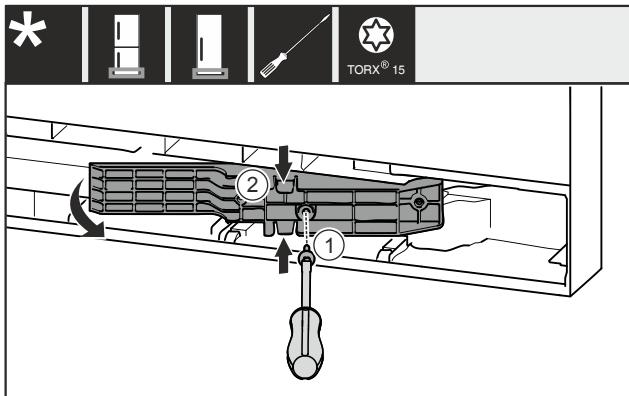

Fig. 19 \*
- ▶ 移除螺栓 Fig. 19 (1)。\*
- ▶ 将上方和下方适配件 Fig. 19 (2)轻轻挤压在一起，然后向前拉出。\*